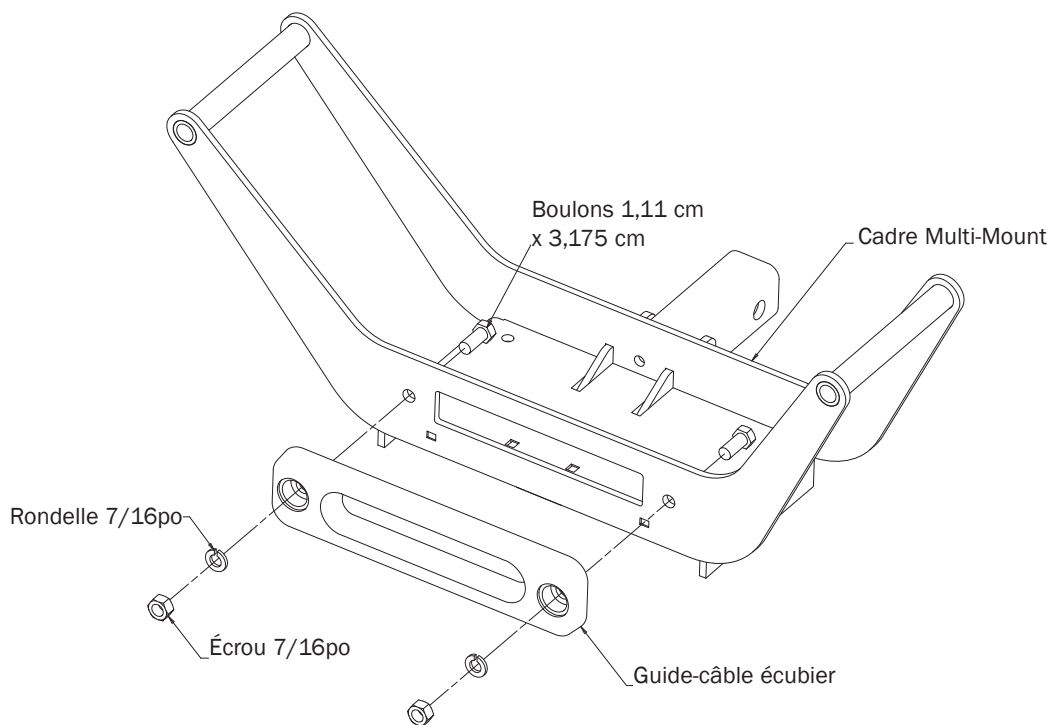

FIGURE 1
1. Installez le guide-câble à l'avant de la plaque de montage du treuil (Figure 1.)